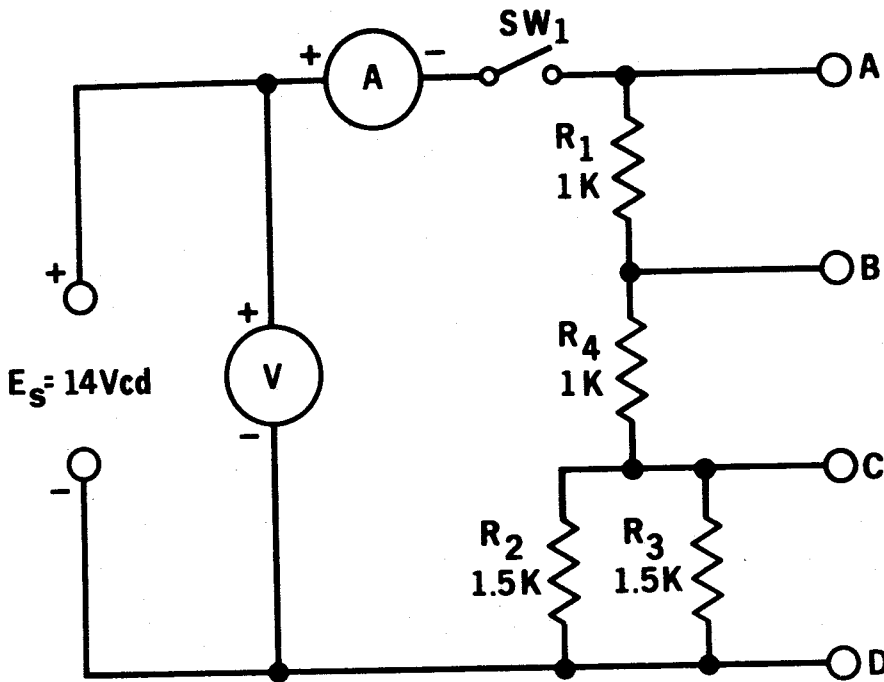

Fig. 13-2
- Constituya el circuito mostrado en la Fig. 13-2. Calcule la resistencia en paralelo de R_2 y R_3 .
1. En el circuito de la Fig. 13-2, ¿cuál es la suma de las tensiones en A-B, B-C y C-D, la tensión de la fuente?
3. Calcule la energía disipada en cada resistencia de la Fig. 13-2.